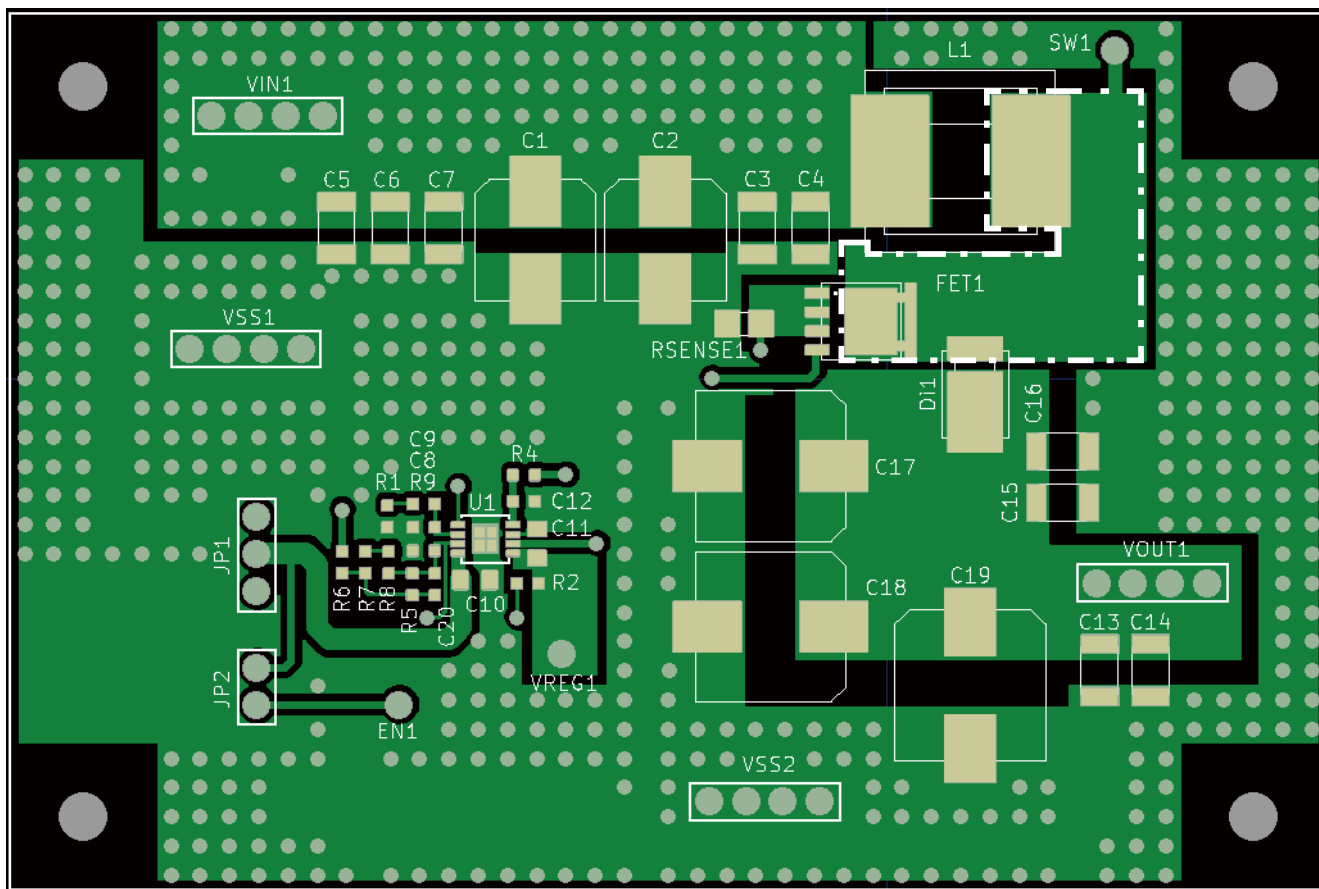

図15 参考基板パターン
- ・ 高周波放射ノイズを低減するためスイッチングノード (SW1) の配線面積 ("図15 参考基板パターン" の破線で示した領域) をできるだけ小さくしてください。